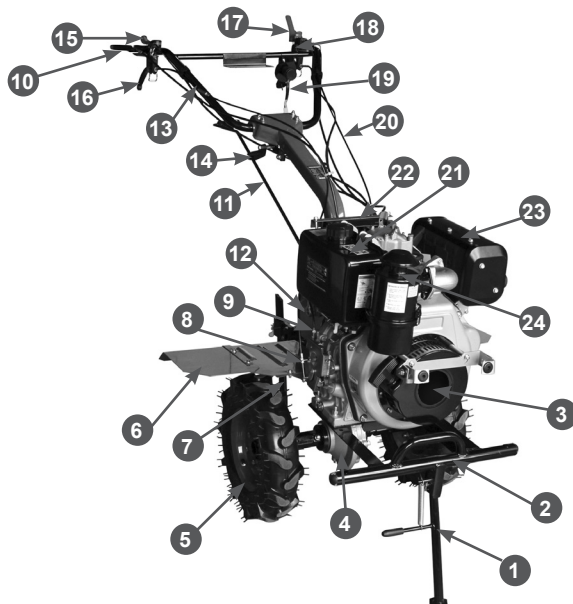

Рис.1 Расположение основных узлов и органов управления
Расположение основных узлов и органов управления мотоблока представлено на Рис.1.
5. Установите стояночную опору 1 мотоблока (Рис. 1).
1. Возьмитесь за рычаг сцепления 18 (Рис.1) нажмите и отпустите его 2-3 раза, чтобы включить сцепление. Если включить сцепление не получается, проверьте регулировку свободного хода рычага.